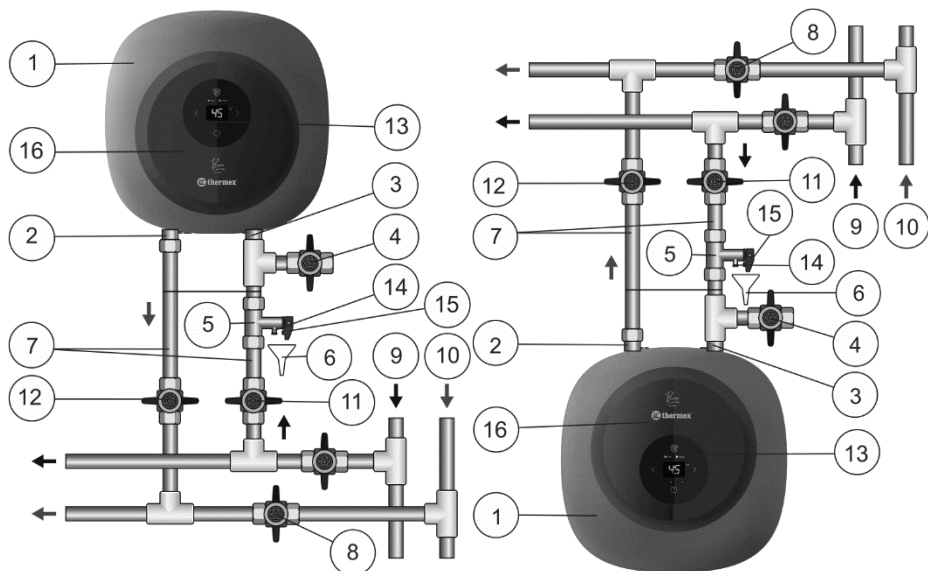

Fig. 1. Schema del collegamento idraulico dello scaldacqua
Montare la valvola di sicurezza (Fig. 1, pos. 5) all'entrata dell'acqua fredda (Fig. 1, pos. 3), un raccordo con anello di colore blu, a 3,5-4 giri assicurando la tenuta idraulica del collegamento con qualsiasi materiale di guarnizione (lino, nastro Teflon, etc.).
Il collegamento idraulico si effettua secondo le indicazioni riportate sulla Fig. 1 esclusivamente a mezzo dei tubi di rame, tubi multistrato di tipo «M-pipes» (costituite da strati polimerici e metallici) o di plastica oppure dei raccordi flessibili idraulici. È vietato l'utilizzo dei raccordi flessibili idraulici già usati. Si consiglia di alimentare lo scaldacqua con l'uso di filtro defangatore montato sulla tubazione di acqua fredda (non in dotazione).
Fig. 1: 1 – Scaldacqua, 2 – raccordo per l’uscita dell’acqua calda, 3 – raccordo per l’entrata dell’acqua fredda, 4 – rubinetto di scarico (non in dotazione), 5 – valvola di sicurezza, 6 – scarico alla canalizzazione (non in dotazione), 7 – tubi di alimentazione, 8 – chiudere il rubinetto quando lo scaldacqua è in uso, 9 – tubo di acqua fredda, 10 – tubo di acqua calda, 11 – rubinetto dell’alimentazione di acqua fredda, 12 – rubinetto dell’uscita di acqua calda, 13 – manopola di controllo, 14 – attacco di scarico della valvola di sicurezza, 15 – leva di apertura della valvola di sicurezza, 16 – calotta di protezione.
Dopo che il collegamento idraulico sia effettuato assicurare che il rubinetto di intercettazione di acqua fredda dello scaldacqua sia aperto e che rubinetto di intercettazione di acqua calda dello scaldacqua (Fig. 1, pos. 8) sia chiuso. Aprire il rubinetto dell’alimentazione dello scaldacqua con l’acqua fredda (Fig. 1, pos. 11), il rubinetto dell’uscita di acqua calda dallo scaldacqua (Fig. 1, pos. 12) ed il rubinetto dell’acqua calda sul miscelatore per consentire l’uscita dell’aria interna dallo scaldacqua. Al riempimento completo dello scaldacqua si verificherà un flusso costante dal miscelatore. Chiudere il rubinetto dell’acqua calda sul miscelatore. Nel caso di collegamento dello scaldacqua nei locali non dotati dell’impianto d’alimentazione idrica è consentito l’alimentazione dello scaldacqua con l’acqua da un serbatoio installato all’altezza minima di 5 metri dal punto superiore dello scaldacqua oppure da un serbatoio ausiliario a mezzo di una stazione di pompaggio.
NB: per facilitare la manutenzione dello scaldacqua durante il suo uso si consiglia d’installare il rubinetto di scarico (Fig. 1, pos. 4) in conformità alle indicazioni fornite sulla Fig. 1 (per i modelli non dotati del raccordo di scarico (non è in dotazione)).